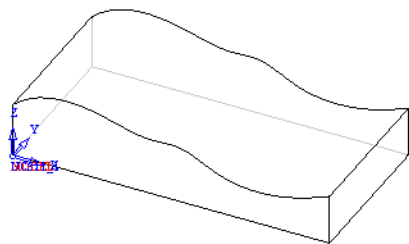

图 2-221 文件调入
1) 启动 Cimatron E9.0。启动 Cimatron E9.0,选择下拉菜单“文件”→“打开文件”命令,弹出“Cimatron Explorer”对话框,选择“exercise12nc.elt”(“随书光盘: \Chapter02\exercise12\uncompleted\exercise12nc.elt”)文件;单击 Load 按钮,完成文件调入,如图 2-221 所示。